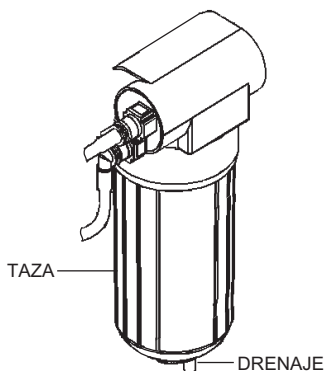

Figura 44. Filtro de combustible
1. Reemplace el filtro de combustible secundario (Figura 44) cada 800 horas. Consulte el manual del motor para obtener los detalles específicos para realizar esta operación.